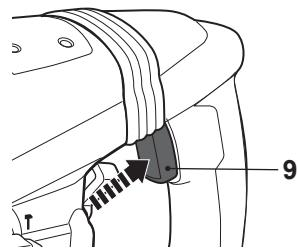

Fig. 6
- > Para ligar a ferramenta, pressione o interruptor de ligado/desligado (9) (fig. 6).
- > Para desligar a ferramenta, solte o interruptor de ligado/desligado (9).